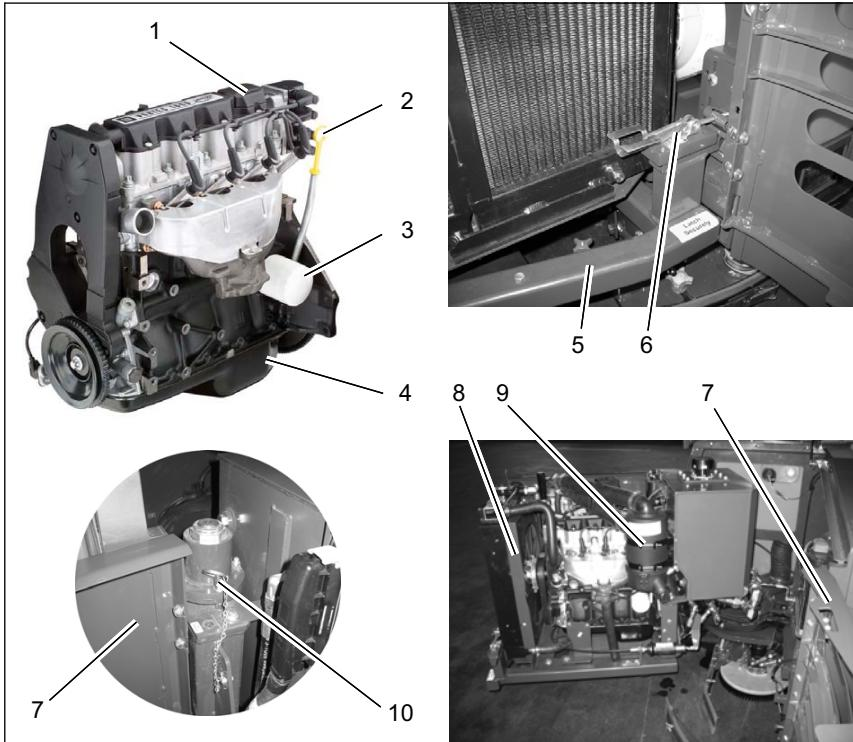

Abb.9
3. Die linke und rechte Zugangstür (Abb. 9/7) des Motors aufschwenken.
4. Die Verriegelung (Abb. 9/6) öffnen und den Motorrahmen (Abb. 9/5) zur Seite schwenken.
5. Motorrahmen mit Sicherheitsstift (Abb. 9/10) sichern.
Den Motorölstand mit dem Ölmeßstab (Abb. 9/2) täglich kontrollieren.
3. Ablassschraube der Ölwanne (Abb. 9/4) entfernen und Motoröl in den Auffangbehälter laufen lassen.
4. Ölfilter (Abb. 9/3) ausbauen und neuen Ölfilter mit neuem Dichtring einsetzen (handfest anziehen).